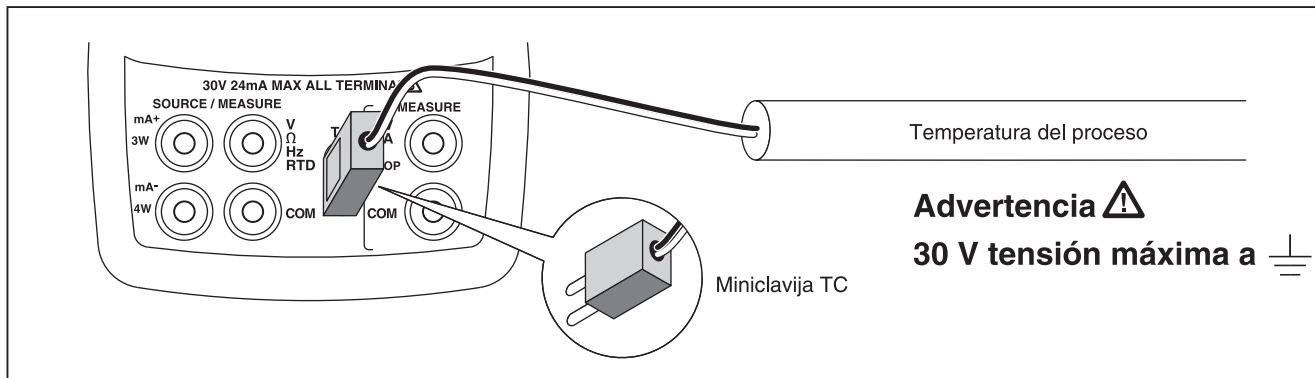

Figura 10. Medición de la temperatura usando un termopar
1. Conecte los conductores del termopar a la miniclavija TC apropiada y luego a la entrada/salida TC tal como se muestra en la figura 10.